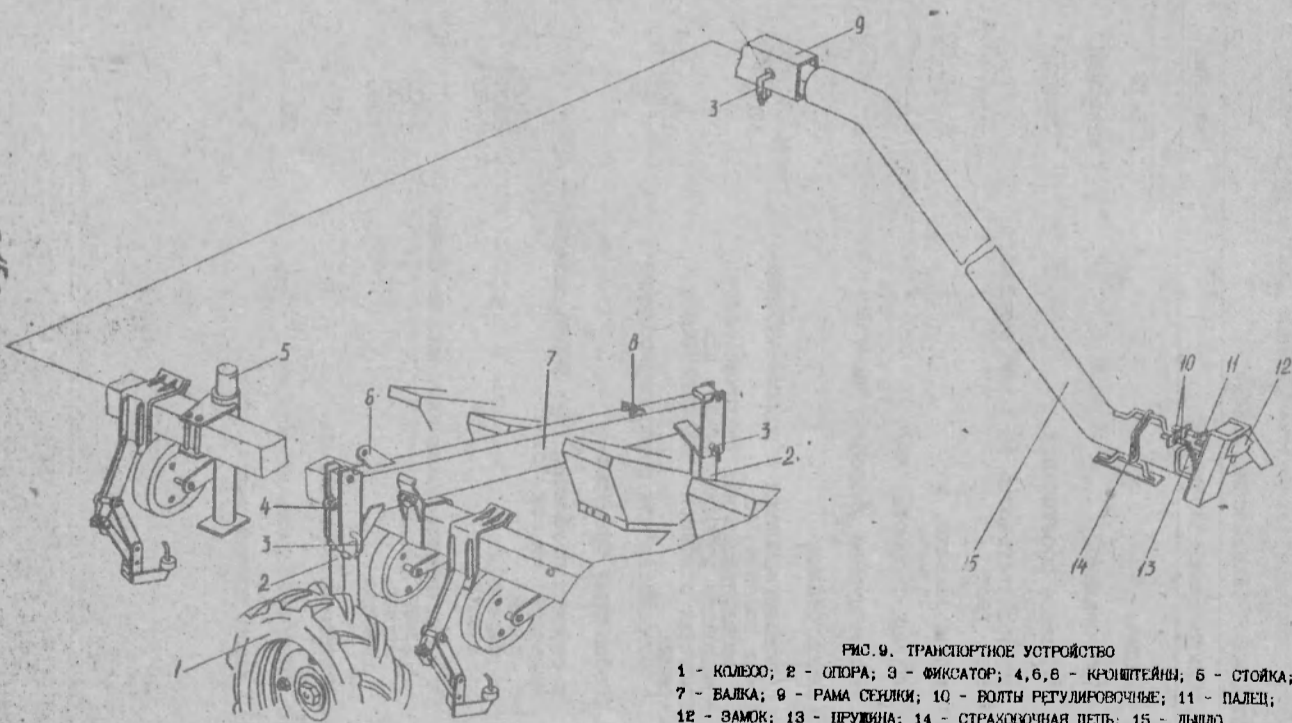

Рис. 9. Транспортное устройство
3.7 Транспортное устройство (рис.9) предназначено для транспортирования сеялки трактором по дорогам общего пользования. Оно состоит из: дышла 15, которое крепится на раме сеялки 9 при помощи фиксатора 3; балки 7; двух опор 2, к которым крепятся колеса 1; стойки 5. Балка 7 устанавливается на раме сеялки, к ней крепятся опоры 2 с колесами 1. Транспортное устройство присоединяется к трактору посредством подсоединения замка 12 дышла на автосцепку трактора.